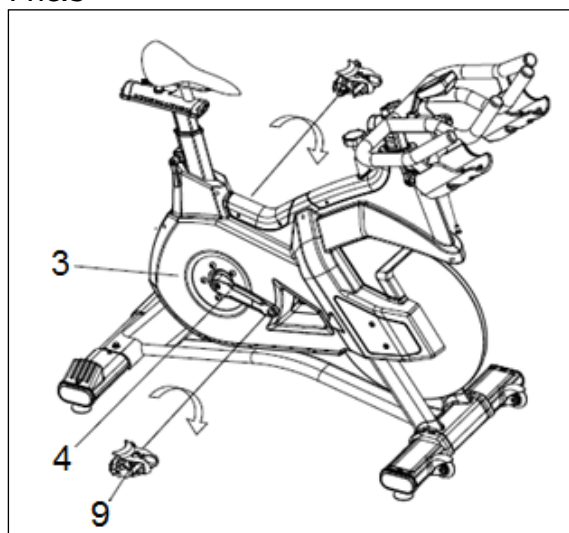
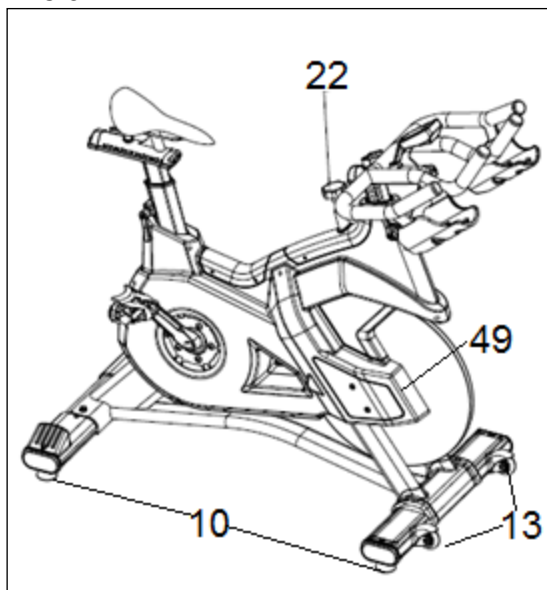

Рис.6
Рис.7
Для регулярного контроля настройки тренировки данное оборудование оснащено регулятором натяжения (22), которое расположено на штоке основного корпуса (А), рис.6. Если поднять регулятор натяжения по направлению стрелки, то настройки сопротивления тренажера появятся на мониторе.
Важно: Данный регулятор натяжения (22) оснащен системой экстренного торможения, которая при полном подъеме в направлении стрелки, как показано на рис.6, вызывает резкое торможение.
Как только оборудование будет установлено в конечное положение, убедитесь, что тренажер располагается ровно на полу и находится на одном уровне. Для этого, закрутите регулируемые ножки (10) вверх или вниз, как показано на рис.6.
Оборудование оснащено транспортировочными колесиками (13), рис.6, чтобы облегчить перемещение. Колесики расположены в передней части тренажера, чтобы облегчить перемещение в выбранное положение, слегка приподнимите заднюю часть оборудования и толкайте, как показано на рис.7. Храните тренажер в сухом месте, не подвергаяте изменениям температуры.